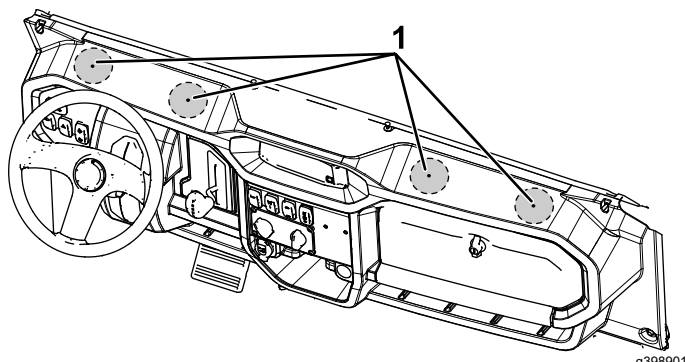

Рисунок 11
1. Сделайте 4 направляющих лунки на верхней стороне приборной панели (Рисунок 11) и просверлите 4 отверстия (76 мм) непосредственно над направляющими лунками.